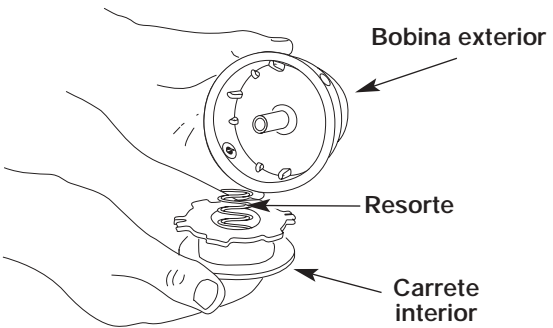

Figure 13
2. Saque el carrete interior de la bobina exterior (Fig. 13).
3. Saque el resorte del carrete interior (Fig. 13).
2. Saque el carrete interior viejo de la bobina exterior (Fig. 13).
3. Saque el resorte del carrete interior viejo (Fig. 13).